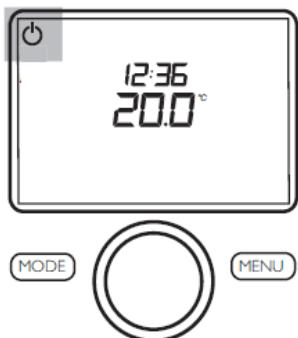
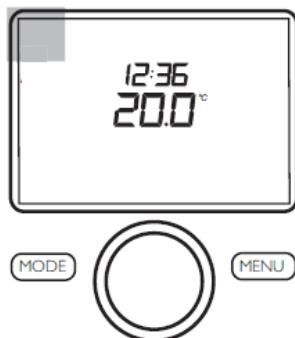

Fig. 18: Modo de espera
Fig. 19: Modo de operação
8. Na Fig. 18 é indicado o modo de espera e na Fig. 19, o modo de operação.